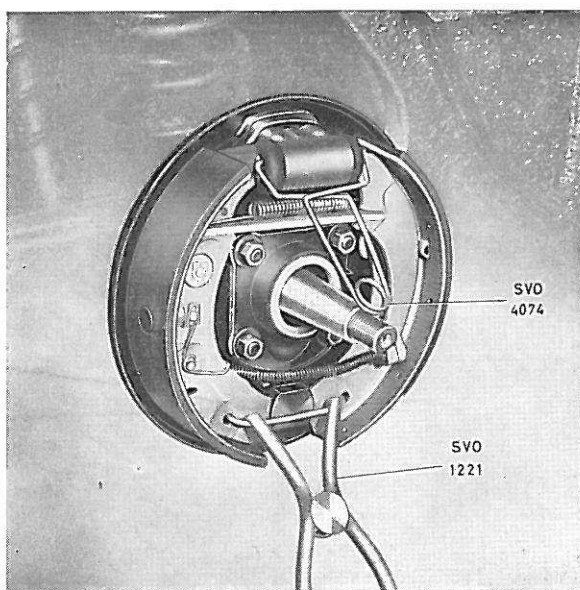

Fig. 18. Enlèvement du ressort inférieur.
3. Poser la pince SVO 4074 sur le cylindre de roue de manière à empêcher les pistons du cylindre d'être repoussés au-dehors. Enlever le ressort inférieur à l'aide de la pince SVO 1221 (Fig. 18). Démontez la rondelle de verrouillage et les autres rondelles du segment avant. Tourner ensuite le segment vers l'extérieur de manière à permettre le démontage de l'articulation de frein à main. Déposer le segment avant et le ressort de rappel. Décrocher le câble de frein à main et déposer le segment arrière.